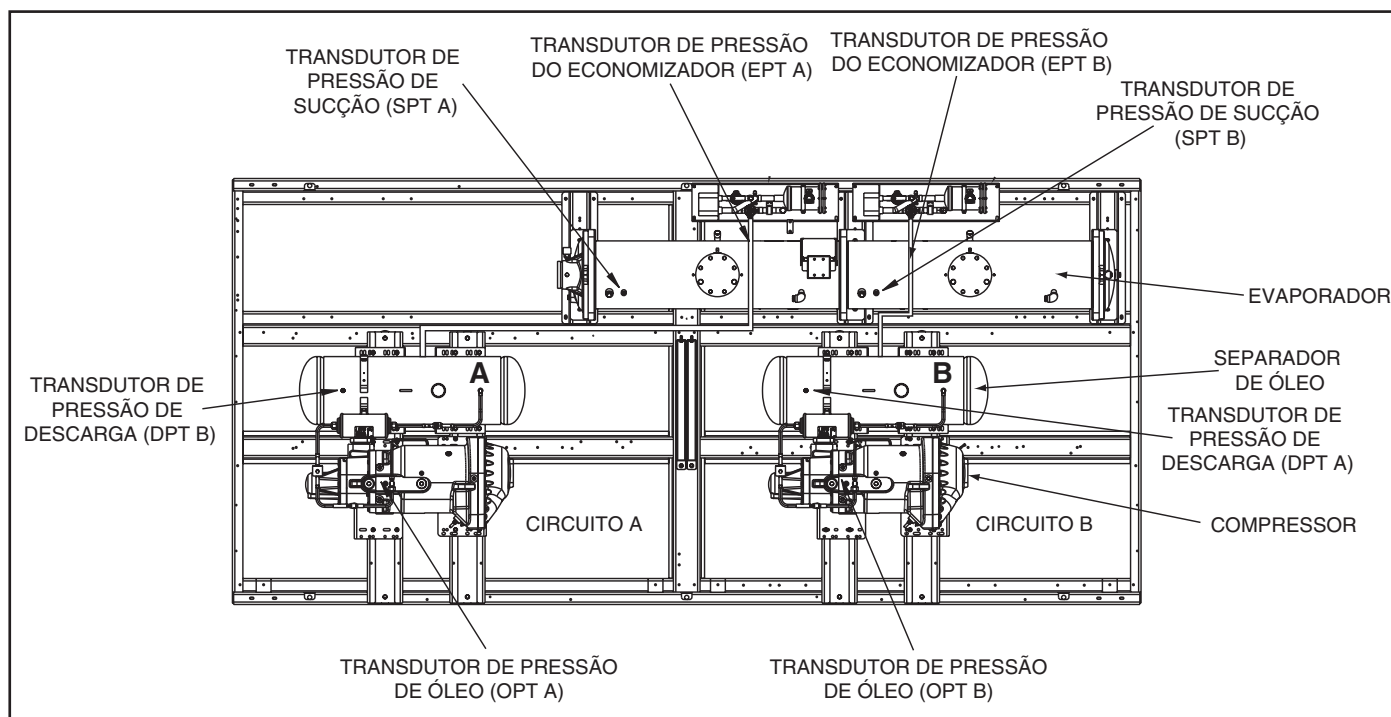

Figura 24 - Localizações dos transdutores
**Tipo de Pressão Alta:** Transdutor de pressão de descarga (DPT), Transdutor de pressão do óleo (OPT). Veja a Figura 24 para conhecer o local dos transdutores.